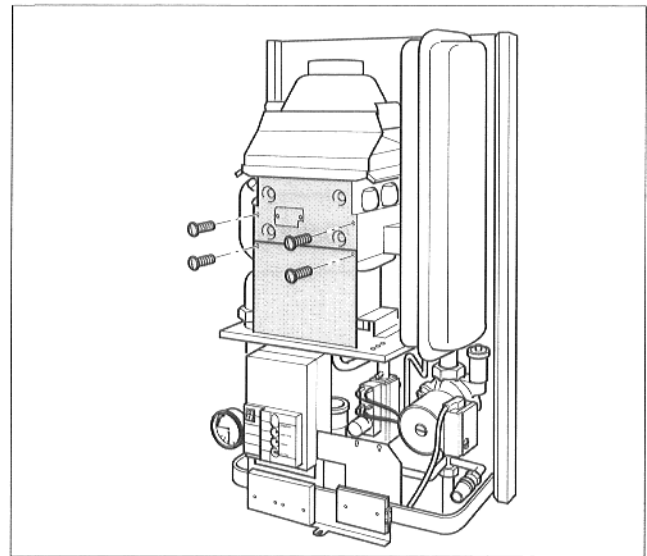

Abb. 29 Brennerabdeckungen abnehmen
- Brennerabdeckungen abnehmen (Abb. 29).